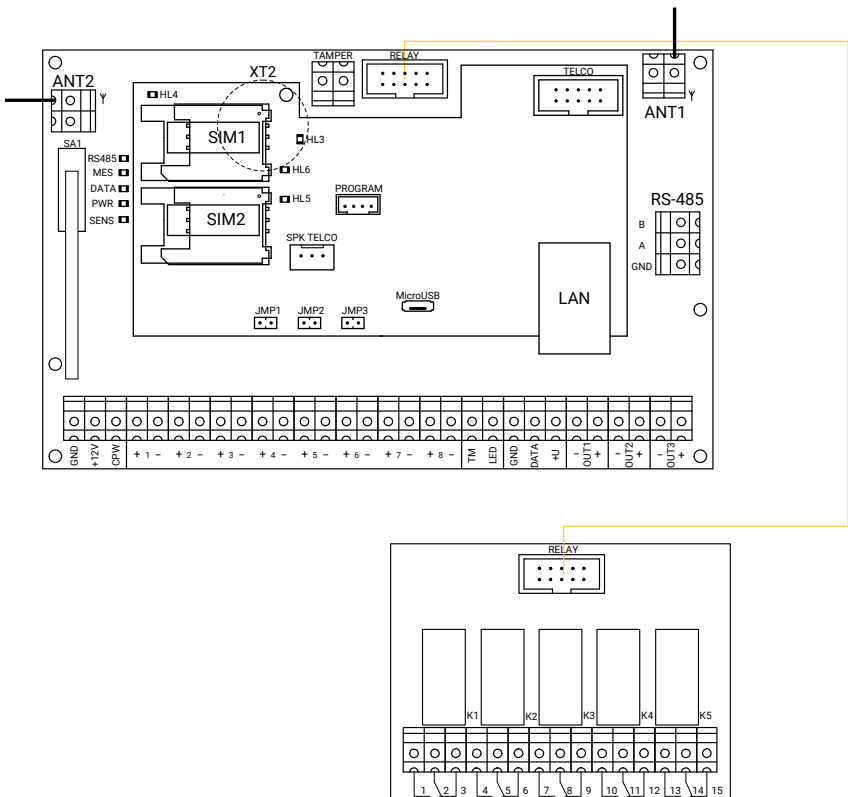

Рисунок 14. Схема подключения реле
- При помощи шлейфа разъёмом RELAY к такому же разъёму охранной панели. Данный способ подключения позволяет организовать дополнительную выносную световую индикацию состояния разделов (до 5) и не требует настройки реле. Работа релейных модулей определяется настройками охранной панели. В этом случае интеллектуальное реле работает и подключается, как обычное (см. рис. 14);